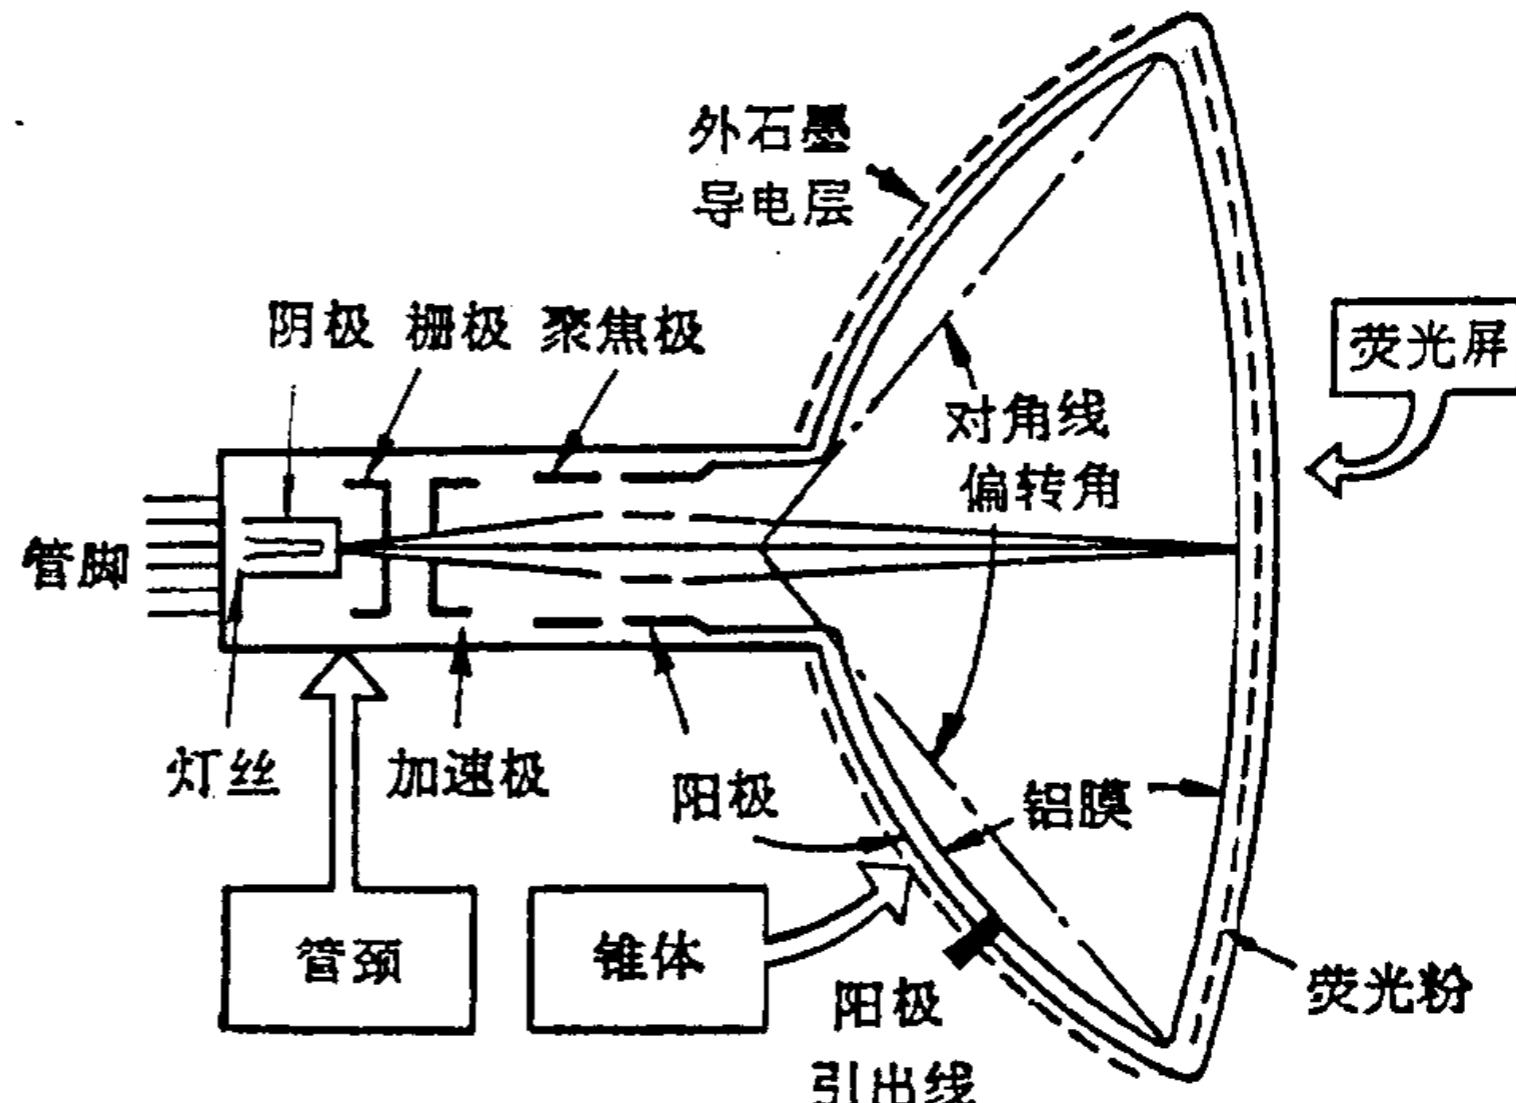

图 1-2 单色 CRT 结构
- (1) 荧光屏部分,内部涂有荧光粉;
- (2) 锥体部分,内外都涂有导电的石墨层;
- (3) 管颈部分,内部装有电子枪。见图 1-2。